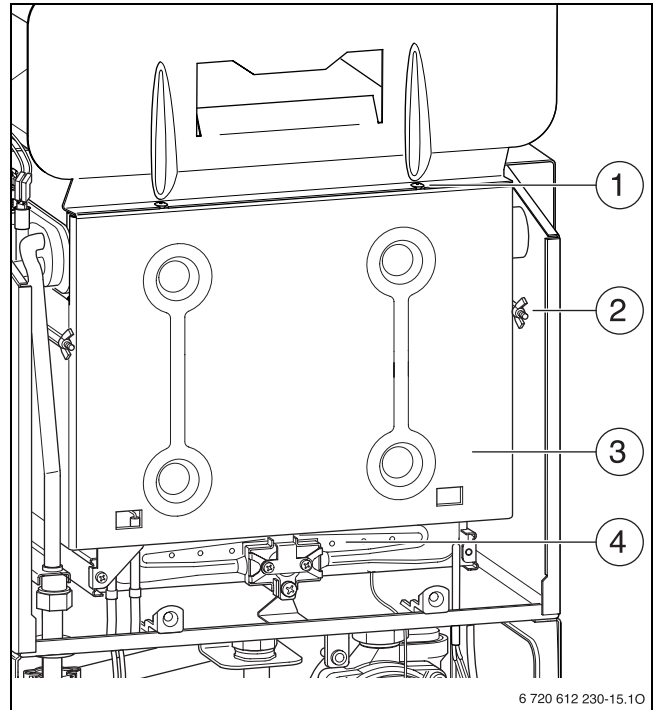

Рис. 72 Відкрити пальник
- Зняти передню стінку камери згоряння та пальник (→ рис. 72).